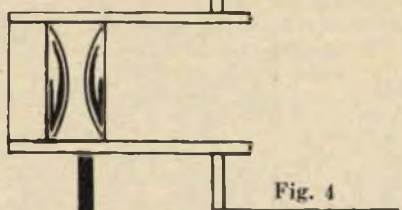

Fig. 4
Fig. 4 - L'impiego di due lenti piano-convexe in funzione di oculare ha il vantaggio di eliminare le aberrazioni ottiche e di accorciare la distanza focale dell'oculare aumentando così l'ingrandimento.
3) Riducendo la lunghezza focale dell'oculare si ottiene un aumento di ingrandimento. Utilizzando come oculare, al posto di una lente biconvessa, due lenti piano-convexe (fig. 4) si ottiene ancora un aumento di ingrandimento poichè la distanza focale si riduce di circa metà secondo la formula: